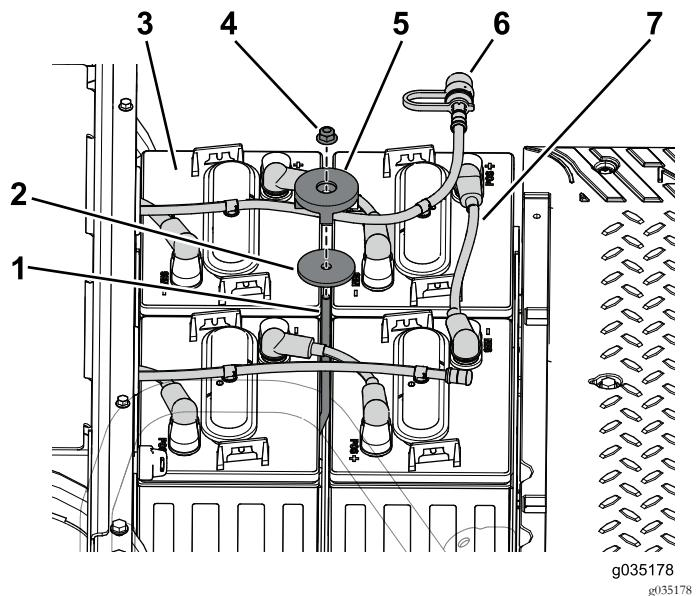

図 98
2. バッテリーをバッテリートレイに固定するバッテリー押さえ棒、ワッシャ、バッテリー押さえ、ロックナットを使用する図 98。
3. バッテリーのプラス端子にプラス+バッテリーケーブルを取り付ける図 98。
1. 前バッテリートレイにバッテリー4本を取り付ける図 98。
6. バッテリーに給水口を取り付ける図 98。